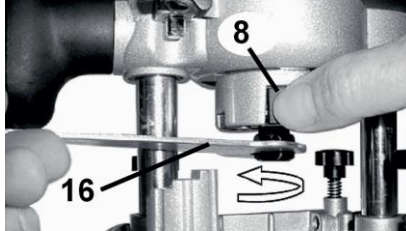

Рисунок 2
За допомогою ключа (16) (рисунок 2) відкрутити /закрутити цанговий патрон.
За допомогою ключа (16) (рисунок 2), що входить у комплектację, розтиснути цанговий патрон.